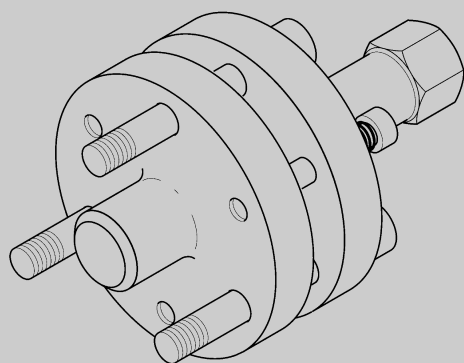

fig. 3
**Conseil:** utilisez l'outil de montage réf. 57351 (voir fig. 3).
- **Attention:** placez les segments de fixation (6) dans les rainures du corps de traction (15): côte écrite ( $\overline{R}$ ) en direction du système hydraulique (2).
- Avec précaution, poussez la douille de serrage (5) au-dessus des segments de fixation (6) sur le corps de traction (15): veillez à frain d'arrêt dans la douille de serrage (5) et à la concordance des alésages de la douille de serrage (5) et des segments de fixation (6).
- Graissez légèrement les faces planes et les filets des 3 vis de montage (20), vissez à fond à la main, serrez alternativement jusqu'à ce que les fentes dans la douille de serrage (5) soient libres.
- Insérez les 3 segments de serrage (7) dans les fentes et les maintenir.
- Poussez la bague de retenue (4) au-dessus de la douille de serrage (5).
- Fixez le circlip (3) avec la pince de montage ZGA 4 (voir plus haut).
- Dévissez les 3 vis de montage (20) de la douille de serrage (5) et des segments de fixation (6), graissez-les bien et vissez-les dans le logement de ressort (2) (vous en aurez besoin pour un démontage ultérieur).
- Enduisez soigneusement de graisse la bague de retenue (4), la douille de serrage (5), les segments de fixation (6) et les segments de serrage (7) (protection contre la corrosion).
- Dévissez les 2 vis du préfixé coussinet de fixation (11).
- Poussez le système hydraulique (1) avec le logement de ressort (2):